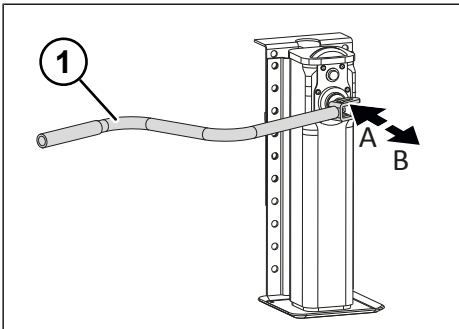

Abb. 5-3: Lastgang und Schnellgang der Heckstütze
- ▶ Schnellgang durch Herausziehen der Handkurbel einschalten (siehe "Abb. 5-3: Lastgang und Schnellgang der Heckstütze", S. 24).
- ▶ Lastgang durch Hineindrücken der Handkurbel einschalten (siehe "Abb. 5-3: Lastgang und Schnellgang der Heckstütze", S. 24).
- ▶ Lastgang durch Hineindrücken der Handkurbel einstellen (siehe "Abb. 5-3: Lastgang und Schnellgang der Heckstütze", S. 24).
- ▶ Schnellgang durch Herausziehen der Handkurbel einstellen (siehe "Abb. 5-3: Lastgang und Schnellgang der Heckstütze", S. 24).